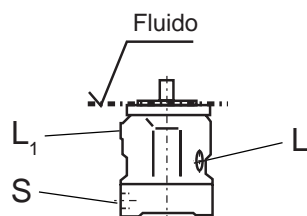

Fig 1
a) cuando el nivel mínimo del fluido alcance o supere el de la brida: conexión "L", "L₁" y "S" abiertas (ver fig.1).